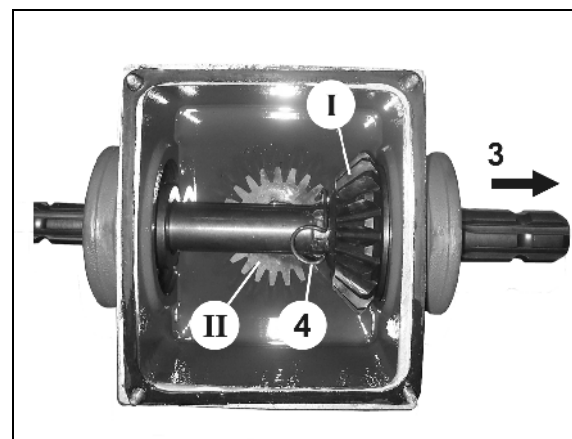

Bild 55
6. Dra loss axialspärren (Bild 55/4) från drivaxeln.
8. Dra ut drivaxeln ur lådan i pilens riktning (Bild 55/3).